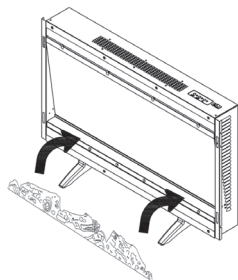

Abbildung 10
- Entnehmen Sie das Brennholzimitat aus der Verpackung und legen Sie dieses entlang der Beleuchtungseinheit in die gewünschte Position (vgl. Abbildung 10).